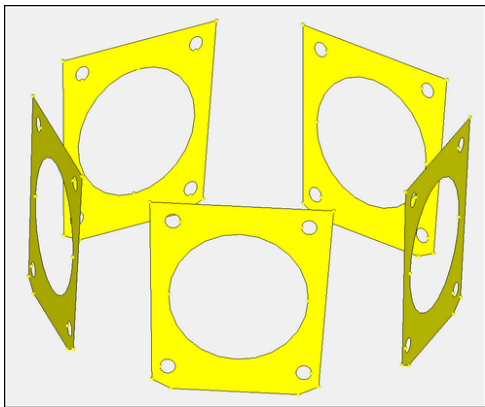

图 5-127 用户自定义特征 feature
(1) 单击  按钮。
(2) 在弹出的 Define New 窗口中，输入 faces，然后单击 OK 按钮。
(3) 选择如图 5-127 所示的 5 个面。
(4) 单击 Proceed 按钮。